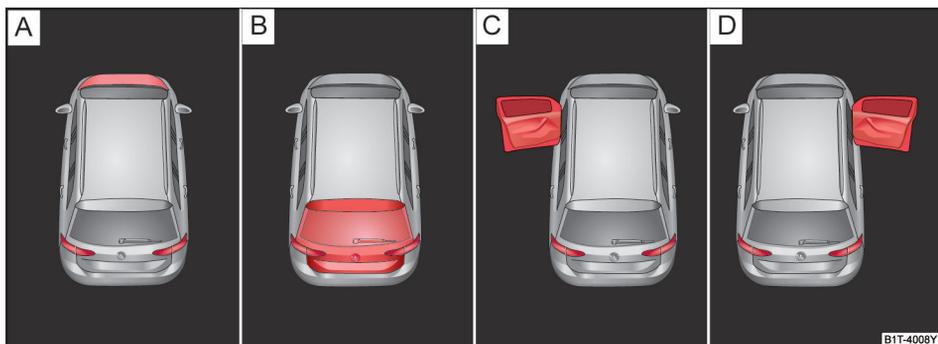
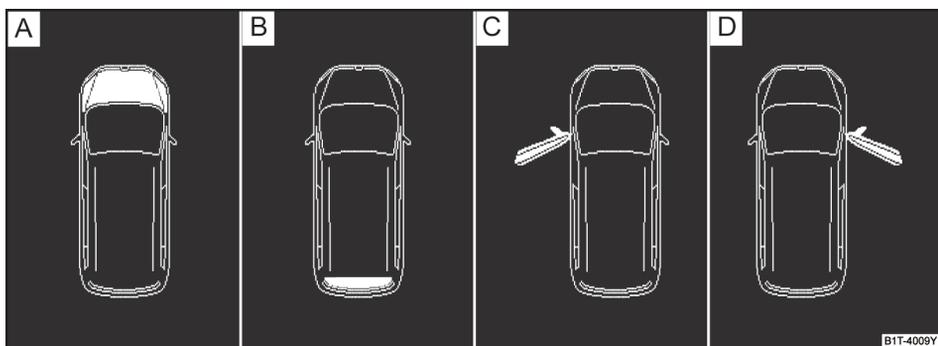

图 10 部分车型显示屏显示：[A] 发动机舱盖处于打开状态，[B] 行李厢盖处于打开状态，[C] 左前车门处于打开状态，[D] 右前车门处于打开状态
图 11 显示屏显示：[A] 发动机舱盖处于打开状态，[B] 行李厢盖处于打开状态，[C] 左前车门处于打开状态，[D] 右前车门处于打开状态
- 车门、发动机舱盖和行李厢盖未关闭→图 10 或→图 11
→图 10 或 →图 11 说明：